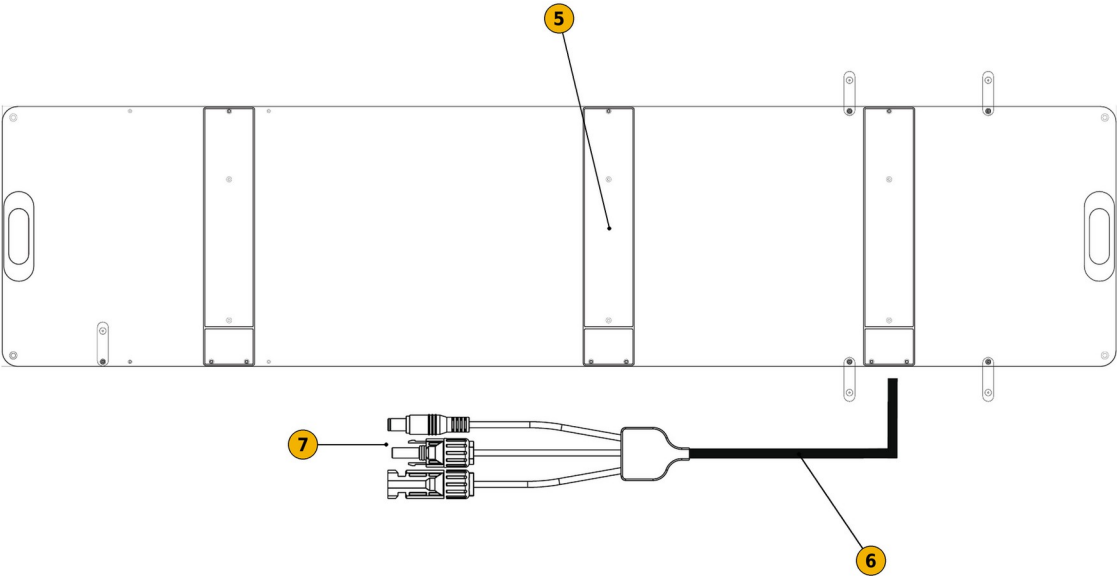

FIG. 2 — Face arrière : béquilles, câble et connecteurs de sortie
- 3) Branchez le connecteur de sortie du panneau (FIG. 2, 7) sur l'entrée solaire de la station, directement ou au moyen d'un câble adaptateur approprié, en l'enfonçant à fond.